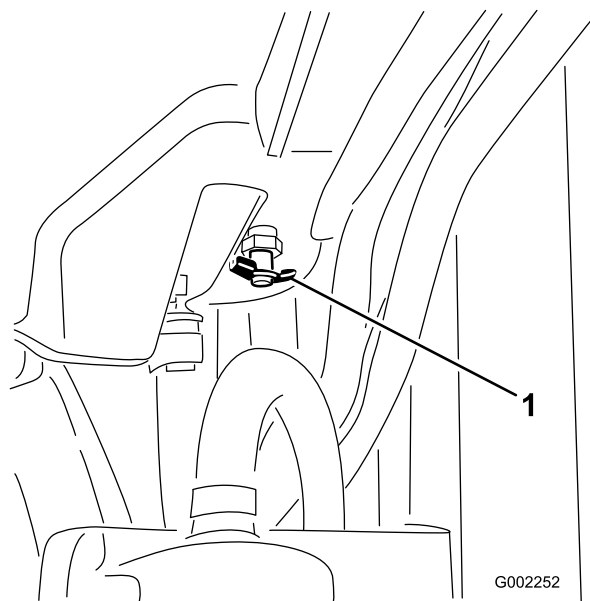

Figure 104
4. Ouvrez le robinet de vidange et vidangez le liquide de refroidissement dans le bac (Figure 104).
5. Fermez le robinet de vidange (Figure 104).